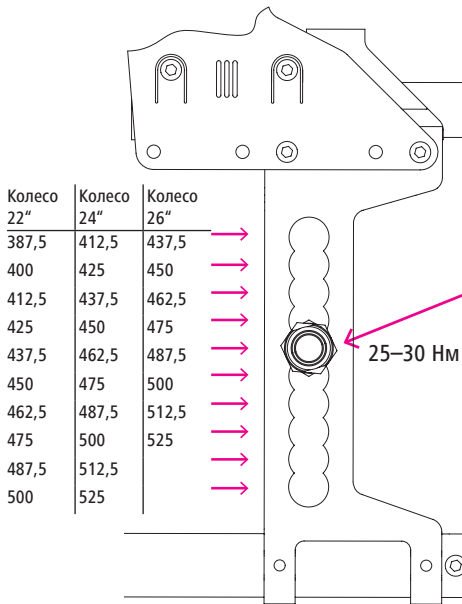

Рис.47
2. Після цього встановіть муфту в потрібний отвір (рис. 47).